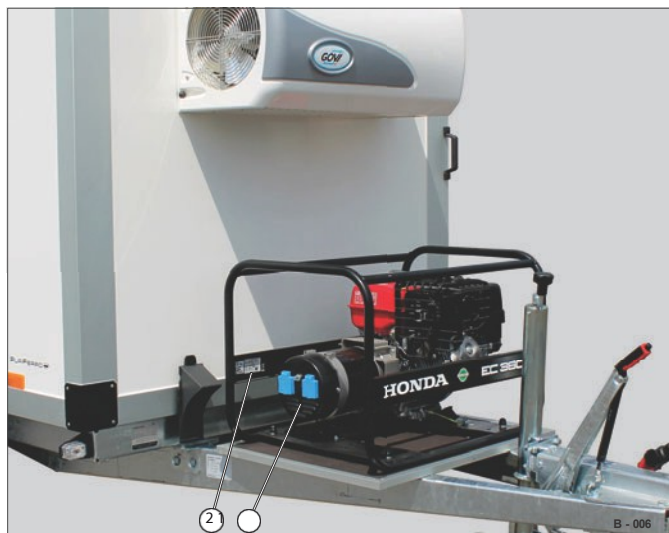

Fig. 7 Gerador de eletricidade na barra de tração
- Introduzir o modelo e o número de série do gerador - ver placa de características (Fig. 7/2).